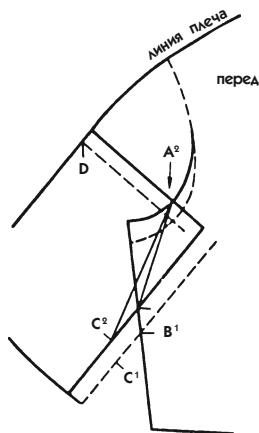

Рис. 695
1. Возьмите копию чертежа переда прилегающего лифа кимоно, ограничивая длину рукава линией локтя. Проведите на передаче пунктиром линию проймы, линию нижнего среза рукава и линии надреза (рис. 695).
3. Снова скопируйте (на этот раз сплошными линиями) линии нижнего среза рукава, проймы, надреза, а также засечки (рис. 695).